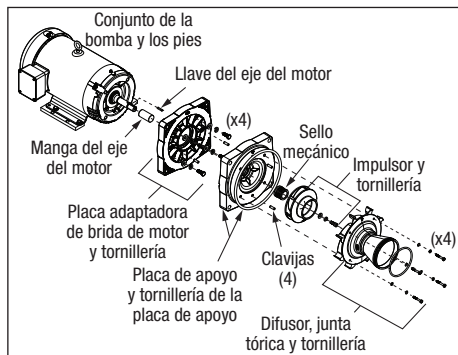

Figura 14. Retirer le joint mécanique, la turbine, le diffuseur et les accessoires du moteur
10. Con una llave de 7/16, afloje los cuatro (4) tornillos hexagonales que sujetan el difusor a la placa de apoyo. Tire cuidadosamente del difusor y quite la junta tórica del difusor. Consulte la *Figura 14*.
16. Para motores con un marco JM NEMA 182-184, use una llave de tubo de 9/16" para aflojar los cuatro (4) tornillos hexagonales que sujetan la placa adaptadora de la brida del motor al motor. Para marcos JM NEMA 213-215, use una llave de tubo de 3/4". Retire cuidadosamente la placa adaptadora de la brida del motor sin golpear el eje del motor y déjela a un costado. Consulte la *Figura 14*.